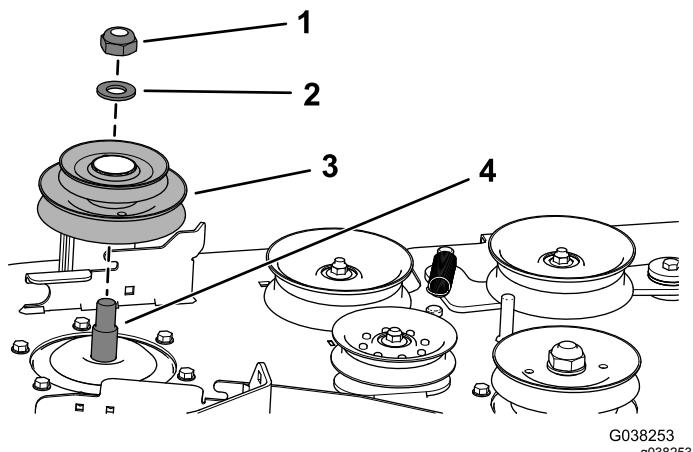

Figura 11
- Utilizzate il dado di bloccaggio ($\frac{3}{4}$) e la rondella per fissare la nuova puleggia doppia sull'albero del mandrino di destra (Figura 11).